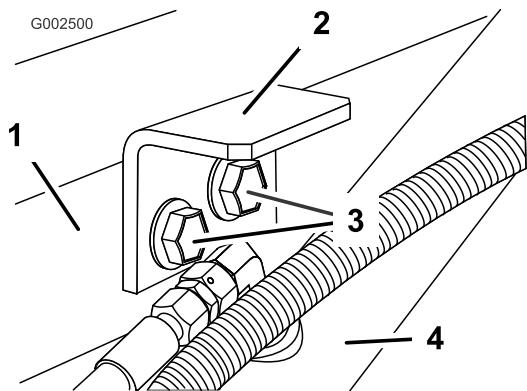

図 18
3. 取り外したボルトナット（各2）を使って、固定ブラケットを取り付ける（図 18）。